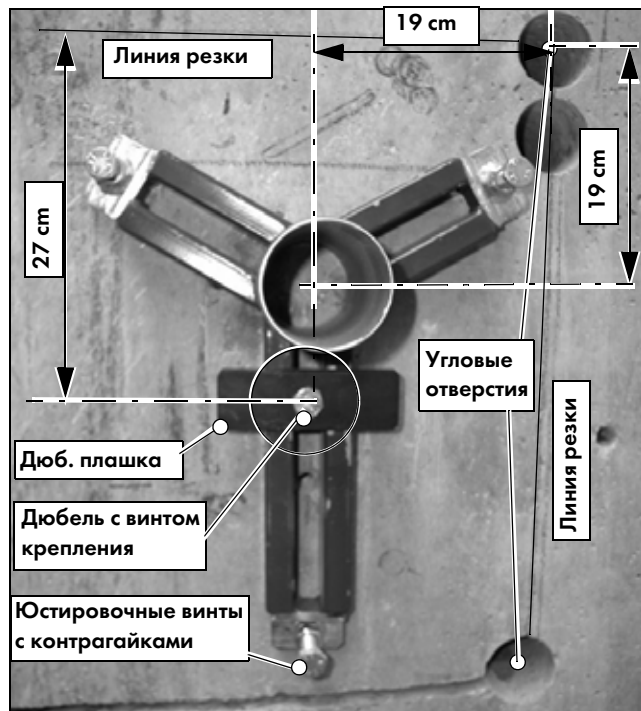

Рис. 5.3 Смонтированная точная шарнирная подножка (дополнит.)
3. с) Просверлите отверстие под дюбель, для крепления (дополнительной) очень точной шарнирной подножки на расстоянии в 19 см и соотв. 27 см от линии резки (Рис. 5.3)! Выровняйте подножку и завинтите на (дополнительные) дюбельную плашку (пластину) и анкерный дюбель!
С помощью юстировочных винтов (Рис. 5.3) компенсируйте неровности поверхности и предотвратите качание (до возможного ослабления анкерного крепления)!